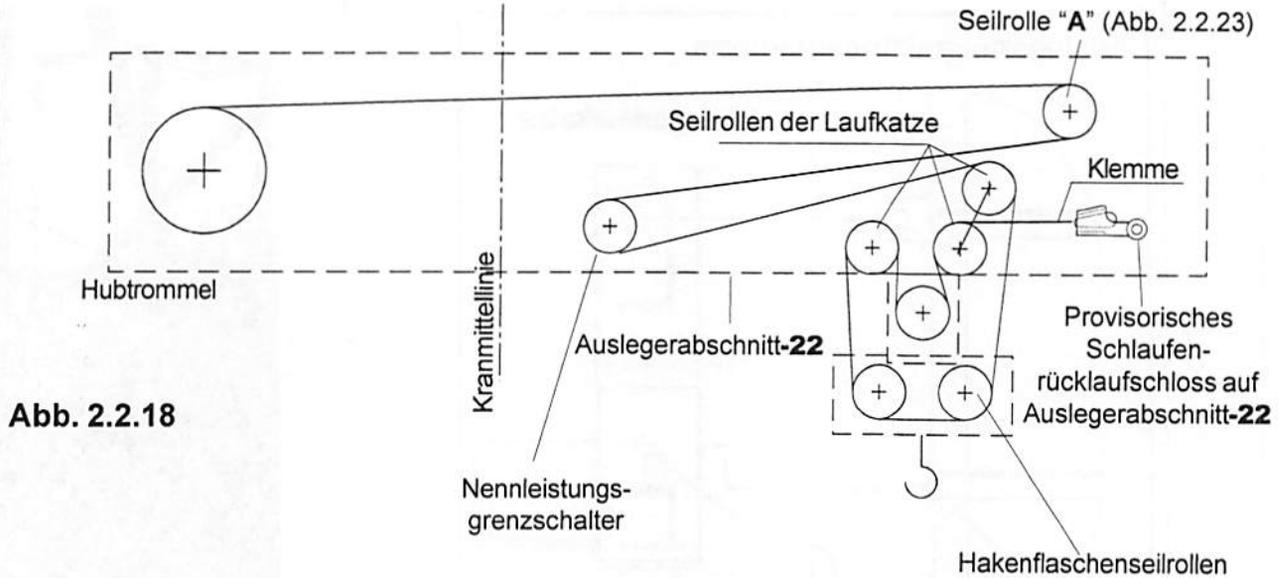

Abb. 2.2.18
b) Hubseil wie auf Abb. 2.2.18 oder Abb. 2.2.19 dargestellt einscheren.